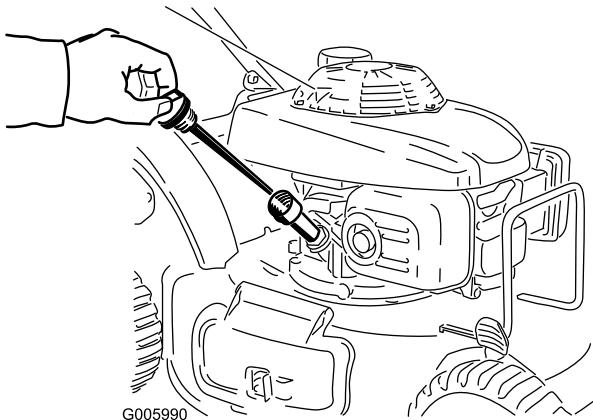

Figura 19
1. Retire la varilla, límpiela con un trapo, vuelva a colocarla en el tubo de llenado, **pero no la enrosque** (Figura 19).
2. Retire la varilla y compruebe el nivel de aceite (Figura 19).
Si no hay aceite sobre la varilla, vierta aceite **lentamente** por el tubo de llenado de aceite, comprobando el nivel con la varilla de vez en cuando, hasta que la varilla indique que el motor está lleno, tal como muestra Figura 19. **No llene demasiado.** (Capacidad máxima: 20 onzas (0,55 l), tipo: SAE 30, aceite detergente con clasificación de servicio API , SH, SJ, SL o superior.)